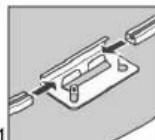

fig. 11
- h) Emboîter les profilés inférieurs recourbés dans les plaques de base. Laissez un espace de 13 mm (Foto. 1 fig. 11,12) entre les extrémités des profilés inférieurs.